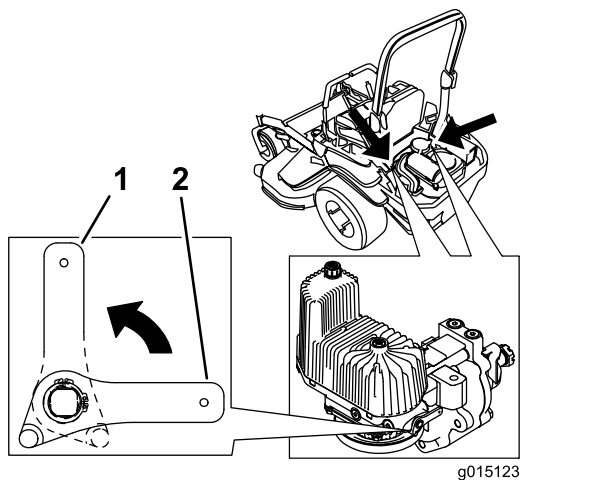

Figura 43
3. Rode as alavancas da válvula de libertação na posição vertical para empurrar a máquina (Figura 43).
5. Rode as alavancas da válvula de libertação horizontalmente para a máquina trabalhar (Figura 43).